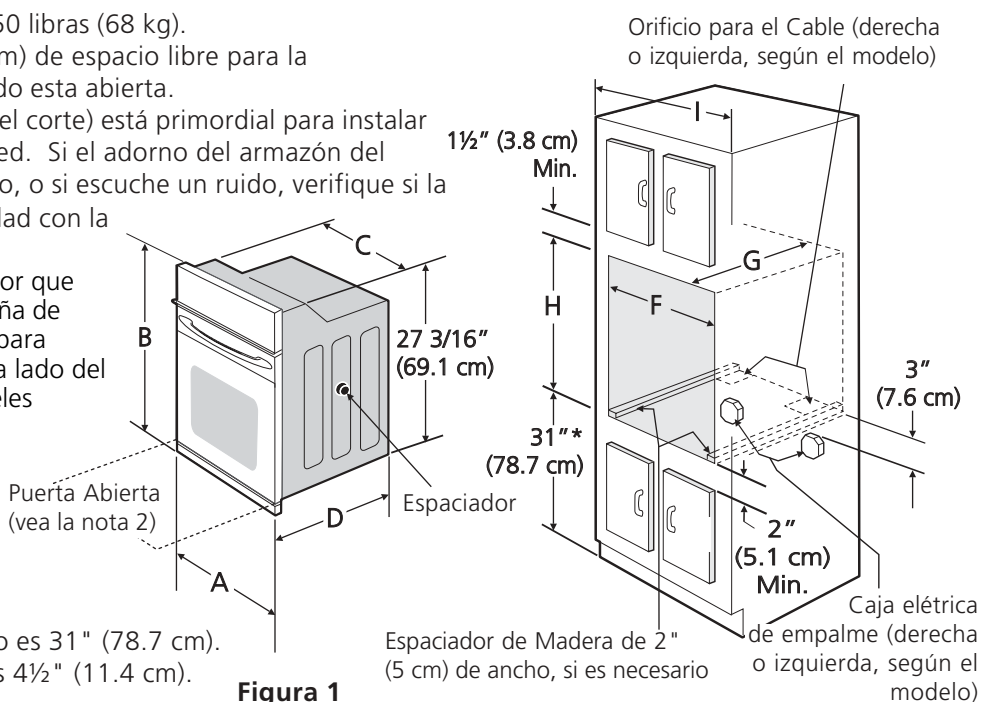

Figura 1
El primer paso para su instalación debe de ser el de medir las dimensiones de la apertura y compararlas con las que se indican en el cuadro de dimensiones del hueco de la figura 1. Posiblemente encontrará que algún trabajo de carpintería será necesario.
HORNOS DOBLES DE 27" Y 30" (Para hornos simples, ver la Figura 1)
Consulte la Figura 1 o la figura 2 para conocer las dimensiones pertinentes al modelo de su horno y al espacio necesario en el que poner el horno. La superficie donde se va a apoyar el horno debe de ser de madera contrachapada sólida u otro material similar y, sobre todo, la superficie tiene que estar a nivel, de lado a lado, y de atrás hacia adelante.
3. Este electrodoméstico debe conectarse a la caja de fusibles (o de cortacircuito), por medio de un cable blindado flexible o un cable con forro no metálico. El cable blindado flexible que va desde el electrodoméstico debe de estar conectado directamente a la caja de empalme. La caja de empalme debe de estar localizada en el lugar que se indica en la Figura 1 o 2, dejando tanto exceso de cable como sea posible entre la caja y el electrodoméstico, de forma que así el electrodoméstico se pueda mover fácilmente, si fuera necesario para hacer una reparación.